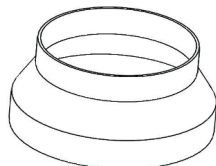

Рис. 1
1) Отвод (рис. 3а) - воздух отводится из здания через соединение вытяжки с вентиляционной трубой с помощью жесткой пластиковой трубы диаметром 120-150 мм с применением соответствующего переходника (рис. 1) или с помощью труб и фитингов.